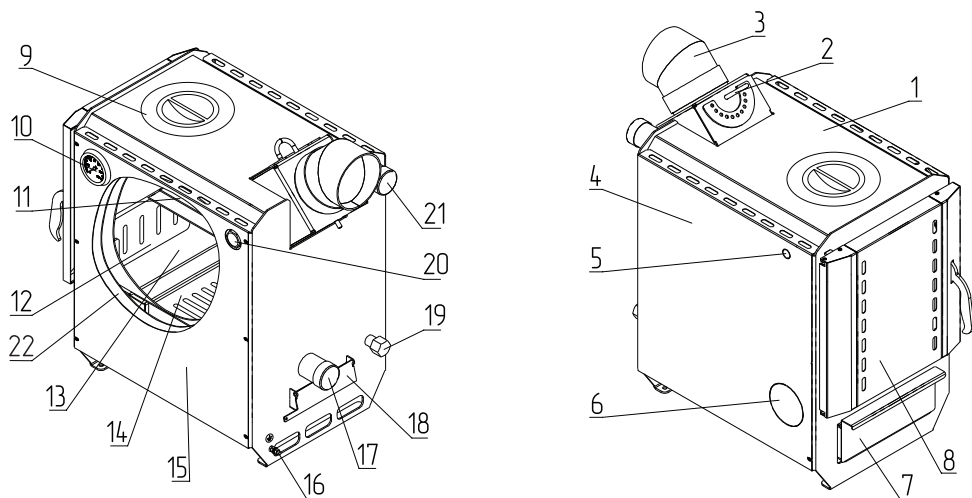
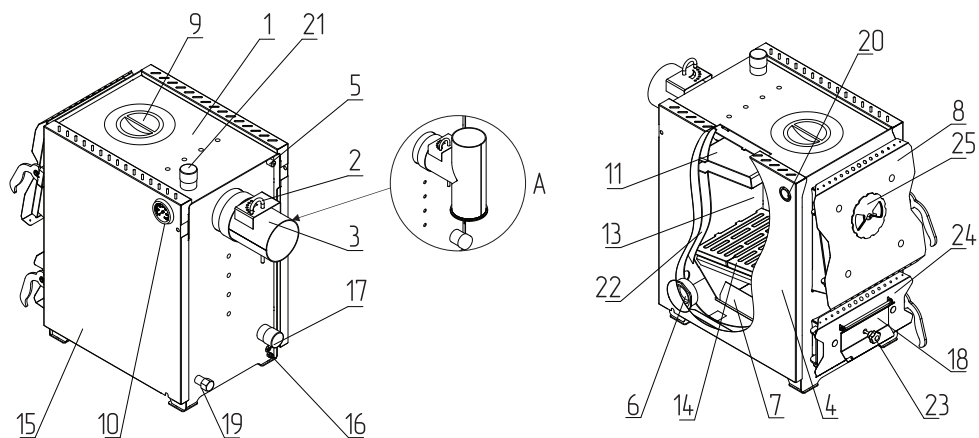

Рис.1 Устройство аппарата ZOTA Vox 8
Рис.2 Устройство аппарата ZOTA Vox 10
- Эксплуатировать аппарат без установленного зольного ящика (**Рис.1, Рис.2, поз.7**);
В аппарате ZOTA Vox 10 кВт имеется возможность установки горизонтального или вертикального дымохода (Рис.2, Вид А).